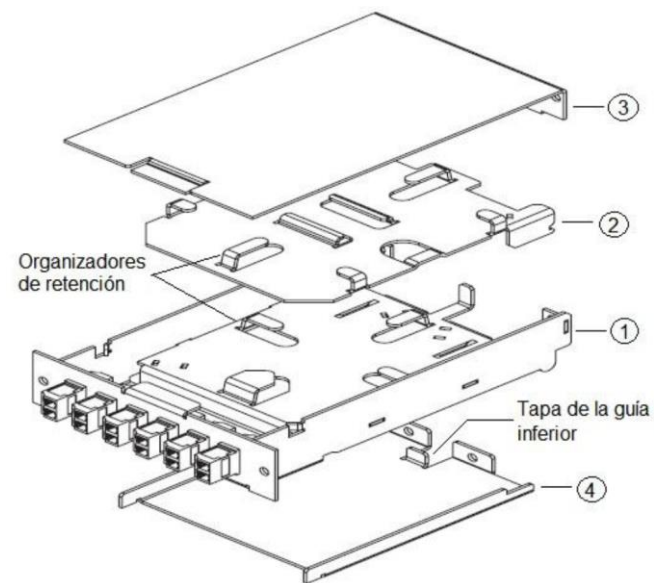

Figura 1
**2.0** Identifique los componentes del juego del Módulo de Empalmes Opt-X SDX. (Vea Figura 1).